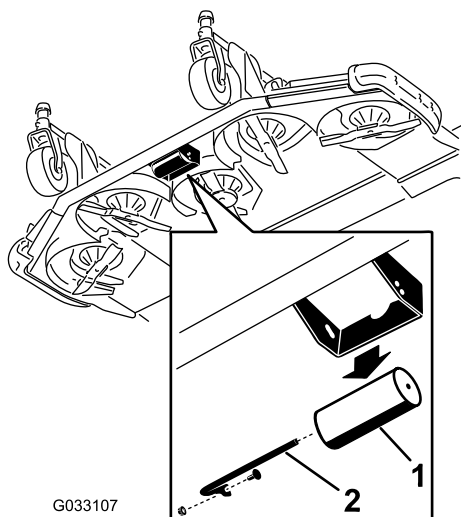

Figura 41
1. Rimuovete l'albero del rullo, la vite e il dado che fissano l'albero del rullo alla staffa del piatto di taglio (Figura 41).